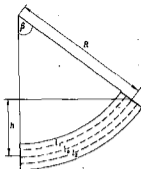

Рис. 2.
(см. рис. 2). Сравнивая (1) и (2), получаем выражение для  $R$ :
Измерить величину  $R$  нелегко, но через  $R$  можно выразить легко измеримую величину  $h$  (см. рис. 2):